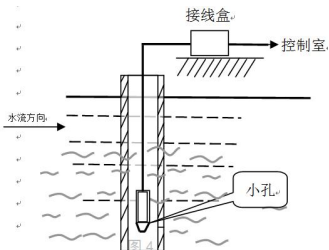

图 4
- 在水道中插入钢管，要求钢管壁稍厚一些，并在管壁上不同高度打若干小孔，起到阻尼水波和消除动水压力的影响；（见图 4）